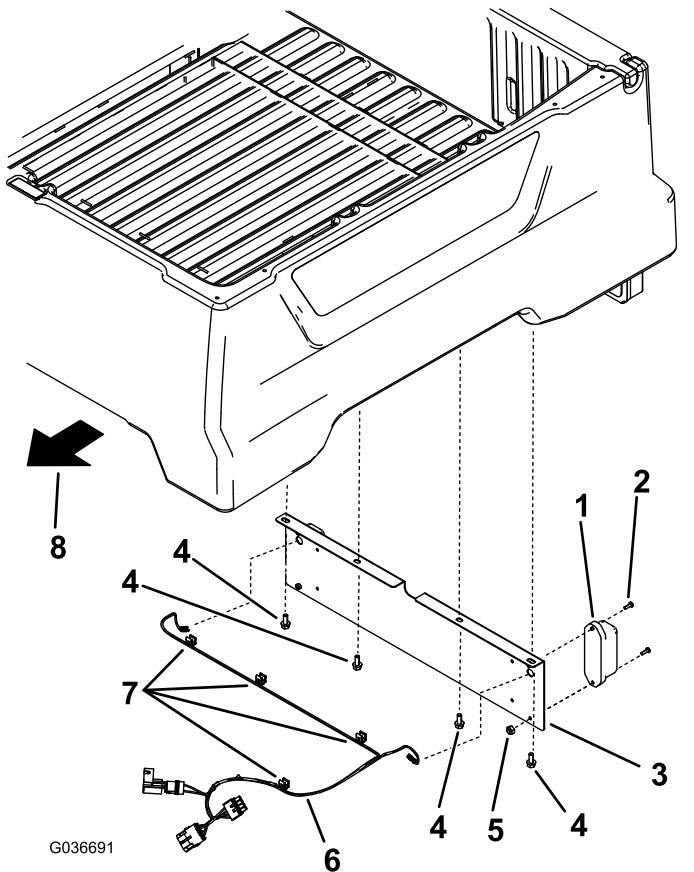

Figura 5
1. Retire os quatro parafusos de cabeça flangeada existentes do lado de baixo da plataforma de carga e use-os para instalar o suporte da matrícula (Figura 5).
2. Retire os clipes de extremidade existentes da cablagem (Figura 5).